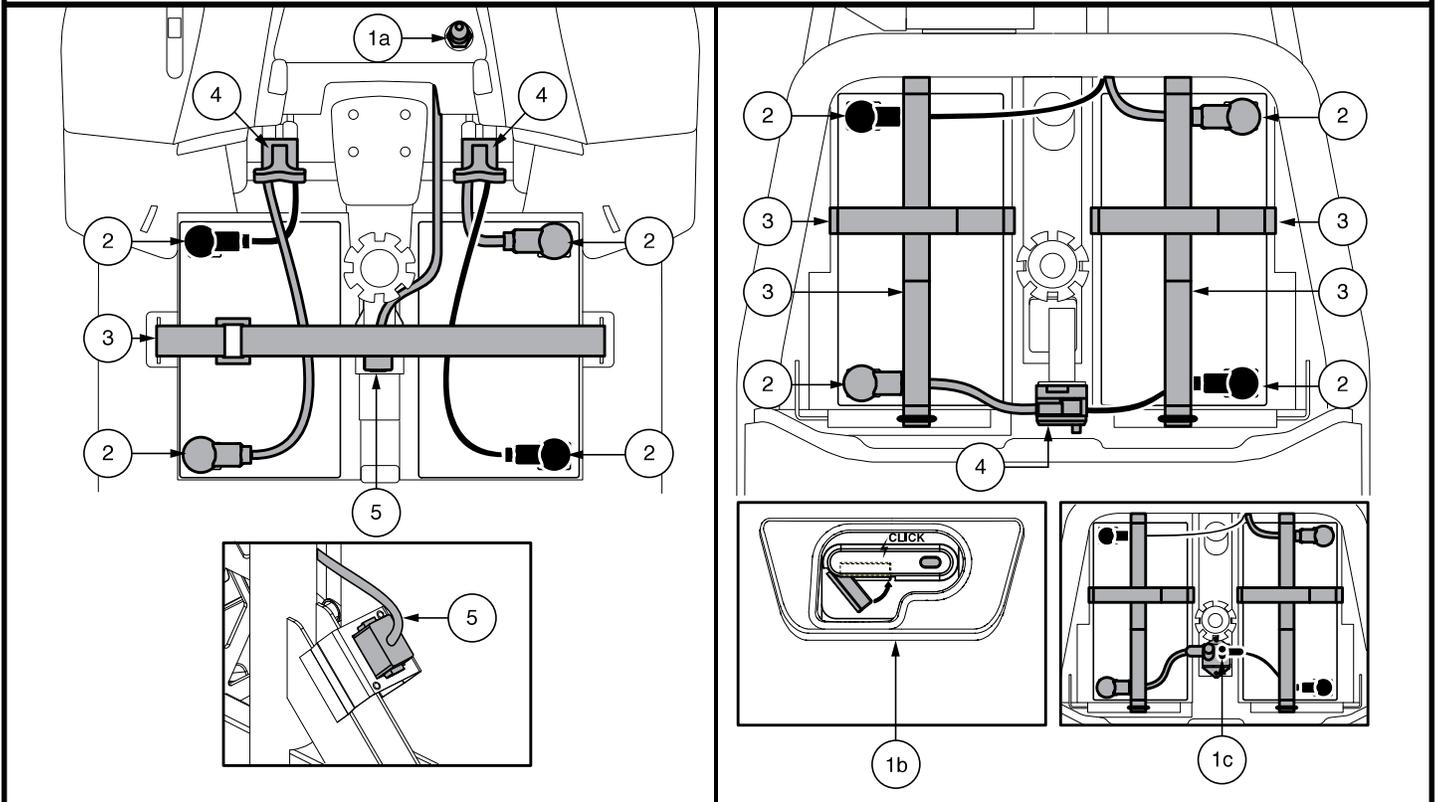

Figura 14. Rimozione della batteria/ installazione di terminali e connessioni
3. Per tutti i modelli **ECCEP**TO i mod 614 e 714, scollegare le connessioni telaio anteriore-posteriore. Staccare entrambi i connettori della batteria tirandoli fuori dalla morsettiera. Vedere figura 14.
6. Posizionare la batteria nuova nell'alloggiamento corrispondente. Orientare i poli di ciascuna batteria in direzione opposta al sellino con il polo positivo (+) e negativo (-) posizionati come illustrato nella **figura 14.**